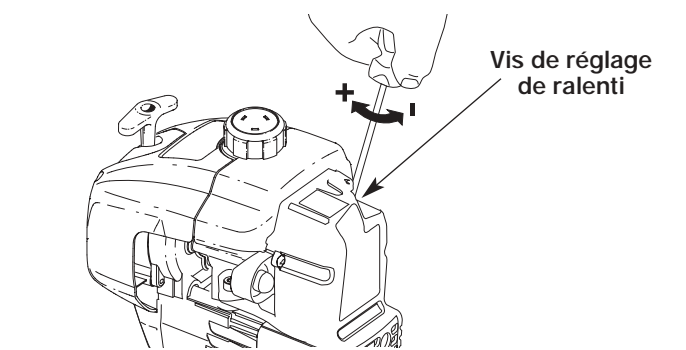

Fig. 31
Le régime ralenti du moteur est réglable par le couvercle du filtre à air/silencieux (Fig. 31).
2. Relâchez le levier d'accélérateur et laissez le moteur au ralenti. Si le moteur s'arrête, insérez un petit tournevis à embout cruciforme ou à tête plate dans le trou du filtre à air/couvercle du silencieux (Fig. 31). **Vissez** la vis de ralenti de 1/8 de tour à la fois (selon le besoin) jusqu'à ce que le moteur se mette bien au ralenti.